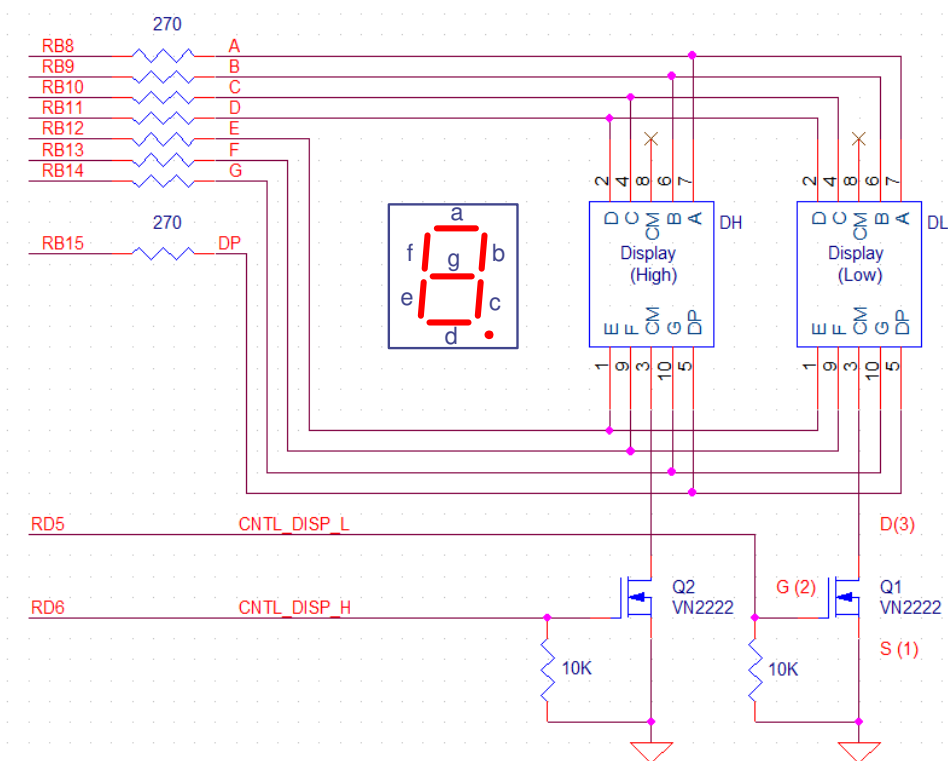

Figura 3. Ligação de dois *displays* de 7 segmentos ao porto B do PIC32.
3. A Figura 3 apresenta o esquema elétrico de ligação de dois *displays* de 7 segmentos a portos do PIC32 (Porto B: **RB8** a **RB15**; Porto D: **RD5** e **RD6**). Cada um dos *displays* pode ser ativado ou desativado através dos transístores Q1 e Q2 ligados aos portos **RD5** e **RD6**, respetivamente. Com esta configuração, os *displays* funcionam em modo alternado, uma vez que o barramento de dados é comum aos dois.
- a) Monte os 2 *displays* de 7 segmentos e os dois transístores, de acordo com o esquema da Figura 3. Verifique no *datasheet* do *display* de 7 segmentos (disponível no *moodle* da UC) qual a correspondência entre cada segmento e o respetivo pino físico.
- b) Ligue os dois transístores ao circuito. Verifique previamente quais os pinos físicos correspondentes à *gate* (G), *drain* (D) e *source* (S) (note que a montagem incorreta deste componente impede, ou limita, o bom funcionamento do circuito de visualização).